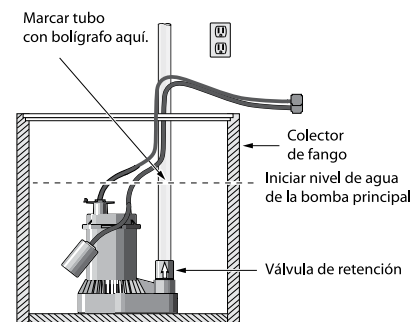

Figura 1: Marque el tubo en el nivel de agua de 'inicio'
1. Busque el nivel más alto de agua en su colector de fango (el nivel de agua en donde empieza la bomba del sumidero existente (principal) - consulte la Figura 1). Corte la alimentación eléctrica a la bomba y marque este punto en el tubo de descarga con un lápiz o marcador.
3. Si el sumidero es muy pequeño para albergar las dos bombas en la base del sumidero, instale un soporte angular en el tubo de descarga de la bomba del sumidero principal con abrazaderas en acero inoxidable para mangueras. Monte la bomba de respaldo en el soporte angular. Consulte la Figura 1, "Separar descargas".
4. Corte un pedazo de tubo de PVC de 1-1/2" para alcanzar desde el codo de descarga de la bomba de respaldo hasta cerca de un (1) pie sobre el suelo del sótano. Este es el tubo de descarga inferior.